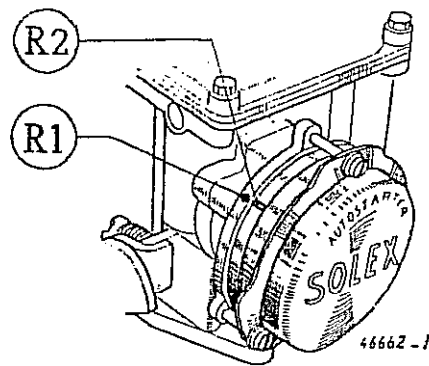

Fig. 25
- 1) Quitar los tornillos de la tapa del cebador (7) y retirar la tapa de bakelita (6), verificando que las marcas de la tapa (R2) y del cuerpo del carburador (R1) se encuentren enfrentadas (Fig. 25) y que el extremo libre del resorte bimetálico se encuentre alojado correctamente en la ranura interna de la tapa.